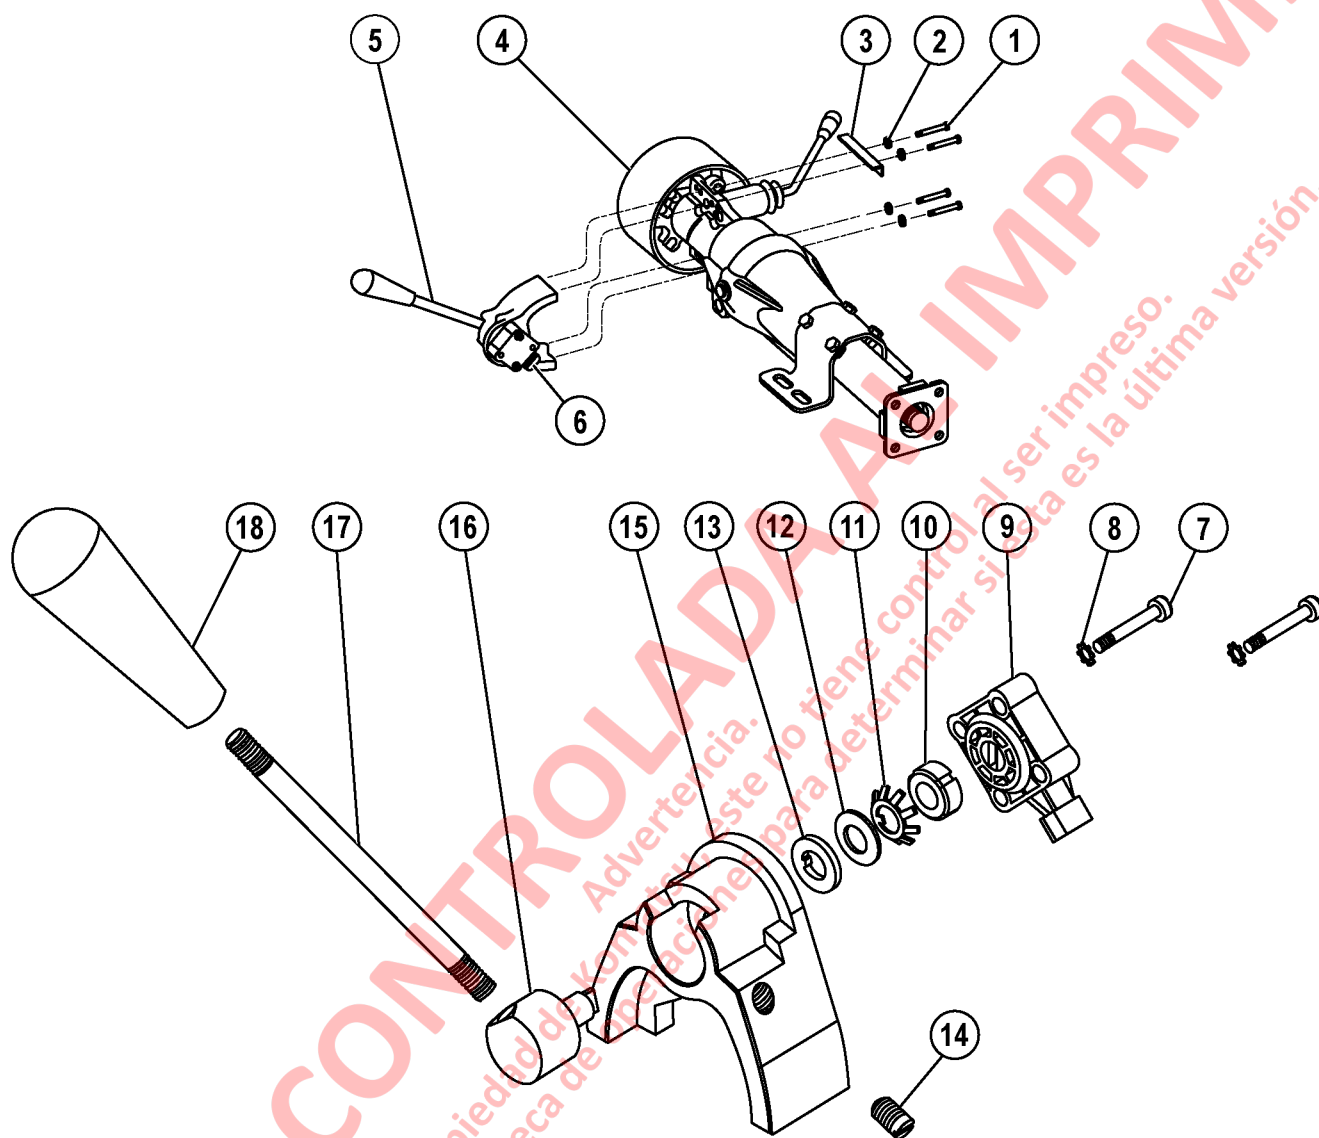

FIGURA 3-26. CONJUNTO DE PALANCA DE RETARDO MONTADO EN LA COLUMNA
Debido al uso frecuente y al desgaste, la palanca de control de retardo (5, Figura 3-26) ocasionalmente puede requerir algún ajuste o reparación.
1. Retire los tornillos (7, Figura 3-26) y las arandelas de seguridad (8) de la carcasa (15).
2. Saque el potenciómetro (9).
3. Doble las espigas de la arandela (11) hacia el extremo contrario a las ranuras en la tuerca de seguridad (10).
4. Si se va a desarmar toda la palanca de control de retardo, afloje y saque la tuerca de seguridad (10). Saque la arandela con espiga (11), el resorte (12) y la arandela (13).
5. Saque el tornillo de ajuste (14).
6. Desmonte la palanca y el conjunto del eje. Si es necesario, destornille la palanca (17) del eje (16) y la manilla (16).
El potenciómetro (9, Figura 3-26) vuelve mediante un resorte a la posición OFF. Con el conjunto del interruptor desmontado de la palanca de control de retardo, realice las siguientes inspecciones: